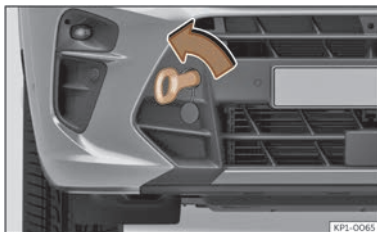

Fig. 212 Partea dreaptă a barei de protecție față: inel de remorcare înșurubat.
- Înșurubați inelul de tractare în carcasă, prin rotire completă **în sens antiorar** >>> **fig. 212**, >>> ①. Utilizați un obiect adecvat, care să permită strângerea completă și sigură a inelului de tractare pe carcasă.